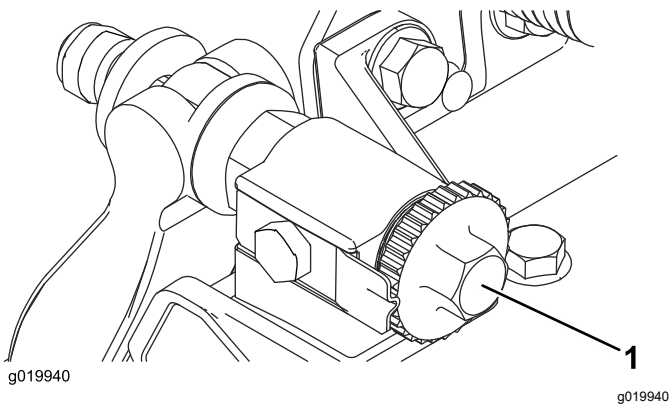

Bild 7
- A. Drehen Sie die Einstellschrauben des Untermesserträgers um jeweils eine Kerbe nach rechts, bis Sie leichten Kontakt spüren und hören (Bild 7).